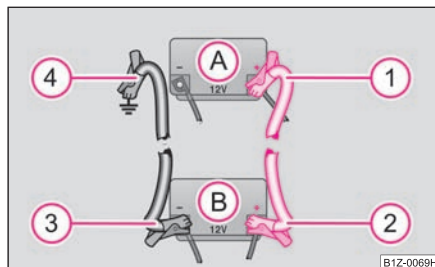

Fig. 172 Executarea pornirii cu ajutorul bateriei altui autovehicul: A - bateria descărcată, B -bateria furnizoare de curent
- Prindeți un capăt la polul plus (1) ⇒ fig. 172 al bateriei descărcate (A).
- Prindeți celălalt capăt la polul plus (2) al bateriei care furnizează curent (B).